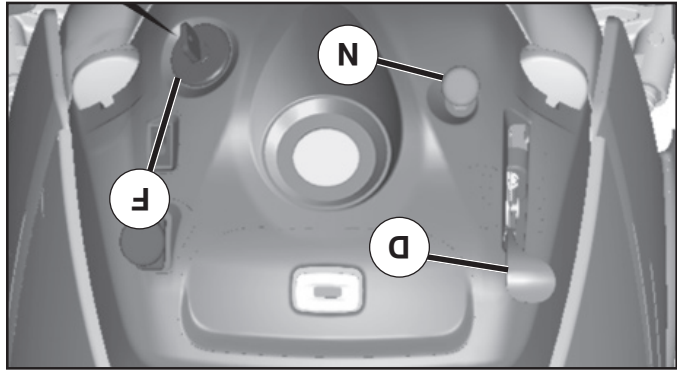

Fig. 6
(Voir la Fig. 6)
POUR UTILISER L'ÉTRANGLEUR (N) (Voir la Fig. 6)
- Pour EMBRAYÉE l'étrangleur (N), tirez du bouton. Poussez lentement le bouton pour dégager l'étrangleur.